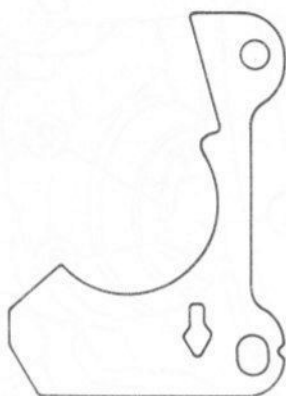

Fig. 13.97 Cale anti-grincement de plaquette de disque – étriers de frein à disque Girling plus anciennes (Sec 17)
- 8 A partir du châssis No 5.600.000, une cale anti-grincement (Fig. 13.97) est montée entre les plaquettes intérieures et les pistons d'étrier et elle est maintenue par les goupilles supérieure et inférieure de la plaquette. A partir du châssis No 5.957.000 cependant, la cale a été modifiée comme illustré à la Fig. 13.98, et elle est maintenue uniquement par la goupille inférieure.